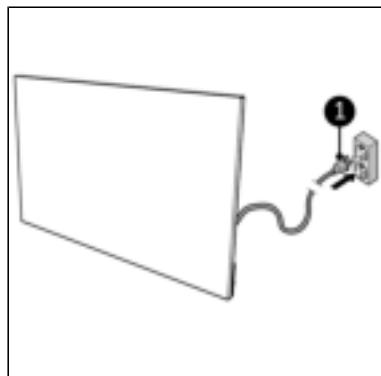

Figure 42.
2. Insérez la fiche d'alimentation (Figure 42, pos. 1) dans une prise murale reliée à la terre et facilement accessible. Utilisez une prise murale mise à la terre d'une puissance minimale de 800 watts.